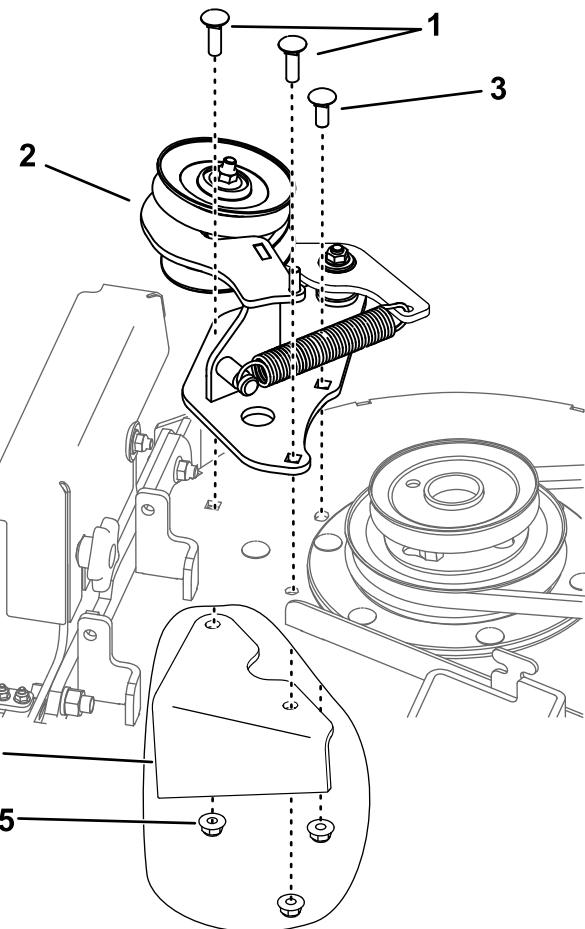

Figura 5
3. Utilizzando i 3 dadi che avete rimosso in precedenza, 1 bullone a testa tonda ($\frac{3}{8}$ " x $1\frac{1}{4}$ ") e 2 bulloni a testa tonda ($\frac{3}{8}$ " x 1"), montate il gruppo tendicinghia sul piatto di taglio (Figura 5).
10. Utilizzando i 3 dadi che avete rimosso in precedenza, 1 bullone a testa tonda ($\frac{3}{8}$ " x $1\frac{1}{4}$ ") e 2 bulloni a testa tonda ($\frac{3}{8}$ " x 1"), montate il gruppo tendicinghia sul piatto di taglio (Figura 5).